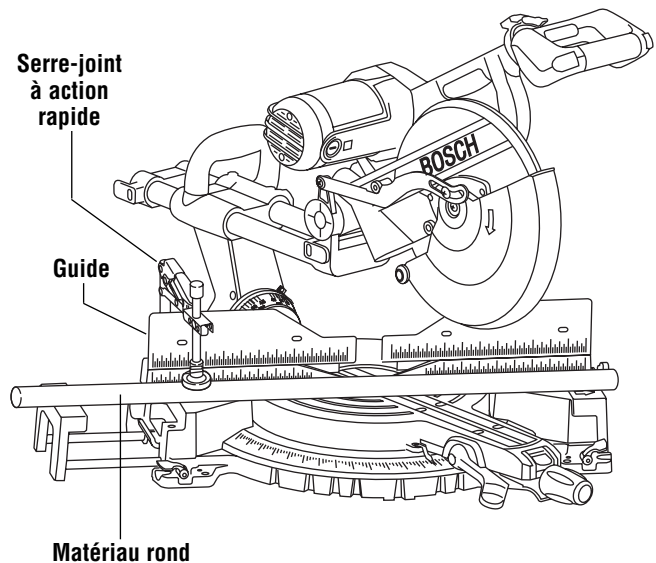

Figure 38. Matériau rond
**AVERTISSEMENT** Pour les matériaux ronds tels que les goujons ou les tubes, utilisez toujours un serre-joint ou un dispositif conçu de manière à cramponner l'ouvrage fermement contre le guide et la table. Les goujons ont tendance à rouler pendant qu'on les coupe, ce qui amène la lame à « mordre » et tire l'ouvrage et votre main dans la lame (Figure 38).